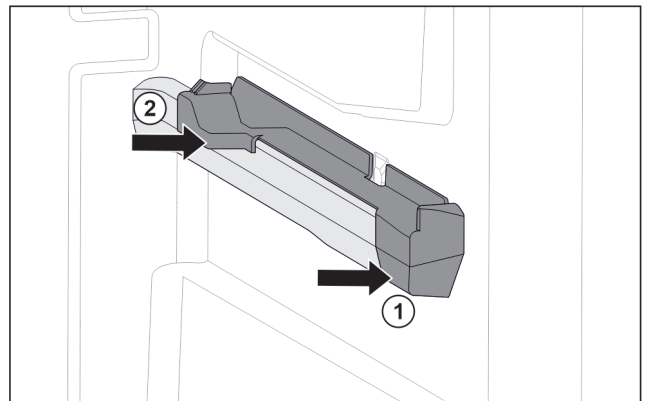

Fig. 98 Pieza de acoplamiento en la nervadura para recipientes derecha
- ▶ Coloque la pieza de acoplamiento delante en la nervadura para recipientes. Fig. 98 (1)
- ▶ Presione la pieza de acoplamiento por detrás. Fig. 98 (2)